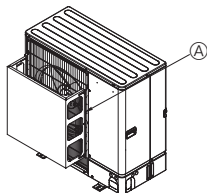
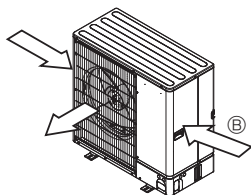

Fig. 2-4
Fig. 2-5
- ② U míst, kde může silný vítr (tajfun atp.) vstupovat přímo do výstupu vzduchu, namontujte volitelné vedení vzduchu. (Fig. 2-4)
- ③ Vedení výstupu vzduchu
- ③ Pokud je to možné, umístěte jednotku tak, aby se výstup vzduchu nacházel v pravém úhlu směrem k obvyklému směru větru. (Fig. 2-5)
- ④ Směr větru